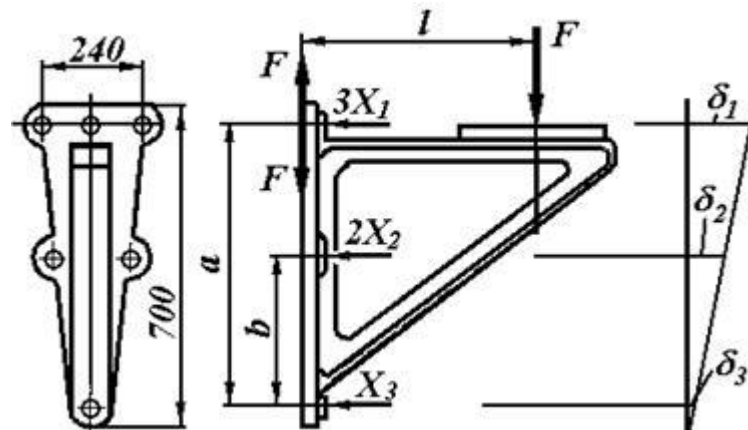

Рис.53
Приблизительно рассчитать (рис.53): а) болты, крепящие к стене кронштейн, на котором установлен электромотор; б) удельное давление на стену.
6. Площадь плиты кронштейна составляет примерно (размеры кронштейна см. на рис.53)